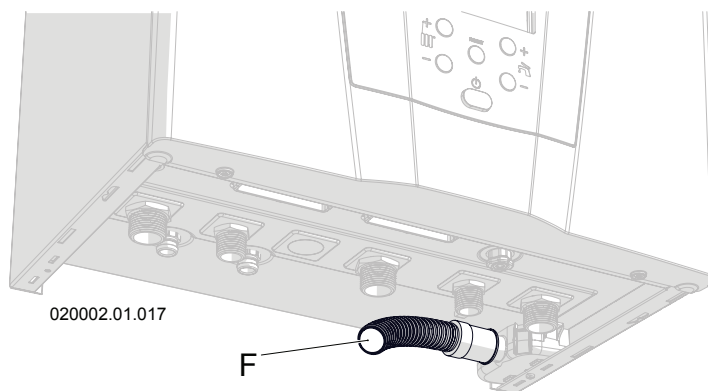
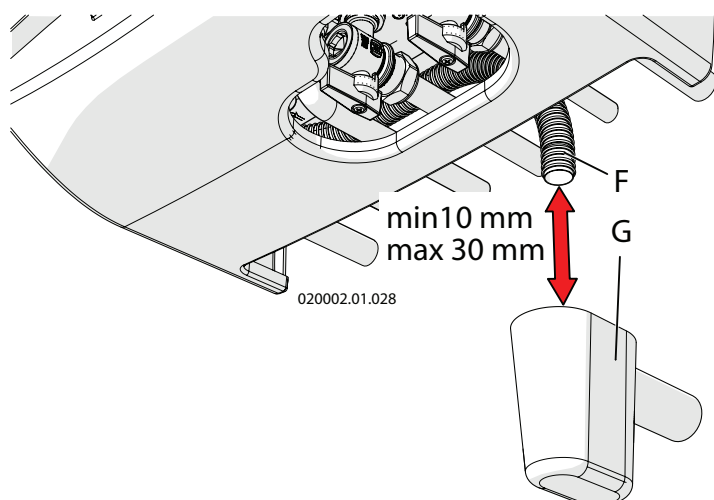

Figura 5-6 - Tubo di scarico condensa
Figura 5-7 - Imbuto sifonato (a richiesta)
**ATTENZIONE!!!** Tale terminazione deve essere convogliata in un ulteriore sifone antiodori (Figura 5-7 particolare "G") in modo da prevenire il ritorno di cattivi odori in ambiente (il sifone antiodori "G" è fornito su richiesta).
L'apparecchio è protetto contro le sovrappressioni da una valvola di sicurezza tarata a 3 bar (particolare "6" Figura 3-1). Lo scarico della valvola di sicurezza è convogliato nel tubo "F" (Figura 5-6) che deve poi essere portato al sifone antiiodori (particolare "G" Figura 5-7). Tale scarico con sifone è atto ad evitare sovrappressioni in caso di apertura della valvola e da modo all'utente di verificarne l'eventuale intervento. Il sifone antiiodori "G" (Figura 5-7) è fornito su richiesta.